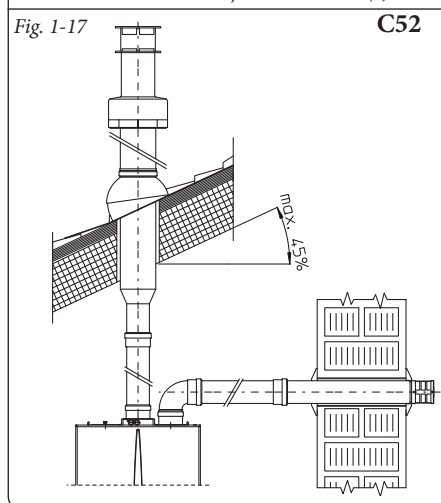

Fig. 1-17
- În figură (Fig. 1-17) este prezentată configurația